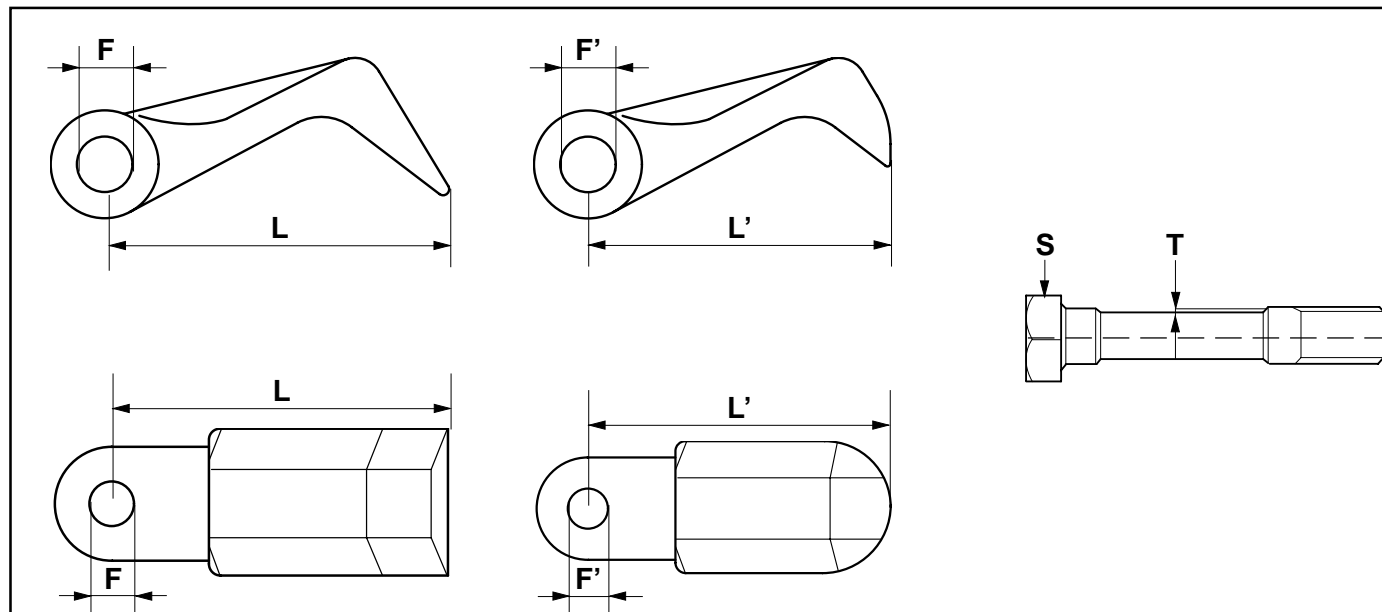

Fig. 21
- *The diameter of fixing hole «F» must not be ovalized more than 2 mm in relation to the original diameter (Fig. 21).*
- Der Durchmesser des Befestigungslöcher «F» darf im Bezug zum Originaldurchmesser keine Unrundheit über 2 mm aufweisen (Abb. 21).
- Le diamètre du trou de fixation «F» ne doit pas être ovalisé plus de 2 mm par rapport au diamètre d'origine (Fig. 21).
- El diámetro del orificio de fijación «F» no se debe ovalar más de 2 mm, con respecto al diámetro original (Fig. 21).
- La lunghezza «L» dei coltelli non può scendere oltre 15 mm. rispetto la lunghezza originale (Fig. 21).
- L'usura «T» del perno è superiore a 2 mm (Fig. 21).
- Length «L» of the knives must not be allowed to become more than 15 mm shorter than the original length (Fig. 21).
- Wear «T» on pin exceeds 2 mm (Fig. 21).
- Die Länge «L» der Messer darf nicht weniger als 15 mm im Bezug zur Originallänge ausmachen (Abb. 21).
- der Verschleiß «T» des Bolzens mehr als 2 mm ausmacht (Abb. 21).
- La longueur «L» des couteaux ne peut pas être inférieure à 15 mm par rapport à la longueur d'origine (Fig. 21).
- L'usure «T» de l'axe dépasse 2 mm (Fig. 21).
- La longitud «L» de las cuchillas no puede disminuir más de 15 mm. con respecto a la longitud original (Fig. 21).
- El desgaste «T» del perno es mayor de 2 mm (Fig. 21).